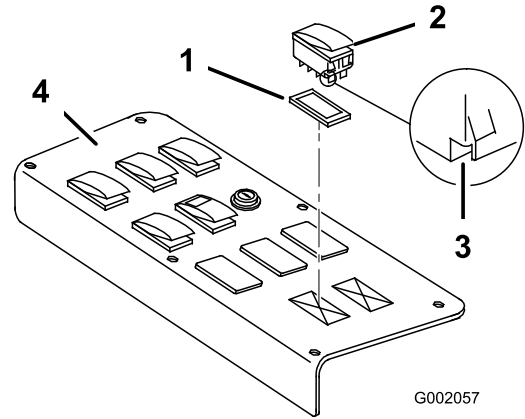
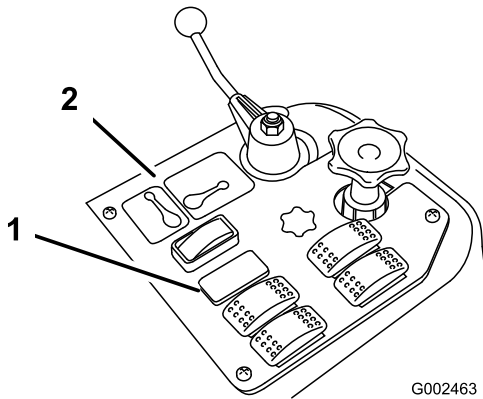

図 18
図 17
1. 散布コントロールパネルを外して下側を露出させる (1200 用は図 17、1250 用は図 18)。
2. 車両の散布コントロールパネルのソニックブーム用のスロットにはめてあるプラグを打ち抜き、付属のロッカースイッチを取り付ける (1250 用は図 17、1200 用は図 18)。
**注** スイッチの向きが図 18 と同じになっていることを確認してください；ノッチが車両後方を向いているのが正しい取り付け方です。